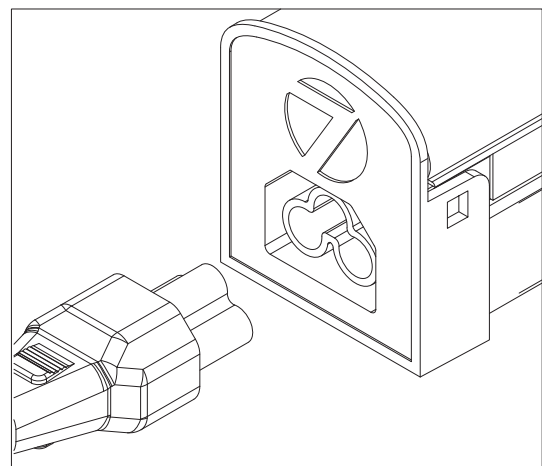

Figure 7
NOTE: The 5' Power Cord should be attached to the end with Standard Port (7) only. **See Fig. 7.** (Located at end opposite of rocker switch).
2. Remove LED Cover Assembly (2) by **lifting upward** on exposed edges of part. Start in the middle and work outward.
NOTA: El cable de conexión de 5 ft debe estar conectado al extremo con el puerto estándar (7) únicamente. **Vea Fig. 7** (Ubicado en el extremo opuesto del interruptor basculante).
2. Quite la cubierta del canal del alambrado levantándola hacia arriba las orillas expuestas de la pieza. Empiece en el centro y trabaje hacia afuera. **Desenchufe los conectores de cable (4) del montaje de cubierta del led (2) y el conjunto de la carcasa (1).**
NOTA : Le câble d'alimentation de 5 pi doit être connecté uniquement à l'extrémité où se trouve le port standard (7). **Voir la Fig. 7** (Situé à l'extrémité opposée du commutateur à bascule).
2. Enlever le couvercle du passe-fils, le soulever par les extrémités exposées de la pièce. Com mencez au milieu, vers l'extérieur. **Déconnecter les connecteurs de câbles (4) de l'assemblage du couvercle DEL (2) et du boîtier (1).**